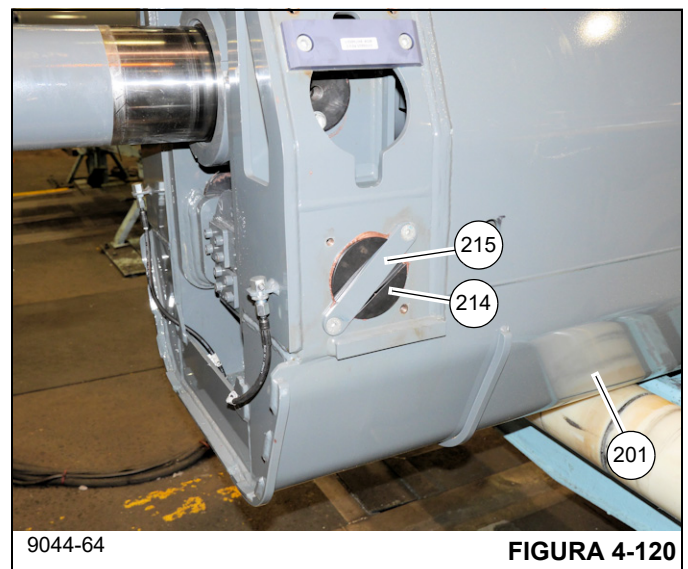

FIGURA 4-120
- 86. Aplique pasta antiagarrotamiento a los pasadores (214), luego instale un pasador por cada lado de la sección telescópica 1 (201) y en los agujeros en las placas (503, 508) que conectan el cilindro telescópico N.º 1 (502) y N.º 2 (501) entre sí. Fije cada pasador (214) con una placa (215) y dos pernos (242) (vea la Figura 4-120).
- 87. Instale la manguera de engrase (208) y adaptadores (227, 228, 229) en la parte trasera de la sección telescópica 1 (201). Asegúrese que las graseras apunten hacia afuera y que las mangueras pasen por los agujeros.
ros en las escuadras de refuerzo de la sección telescópica 1 (201) (vea la Figura 4-120).